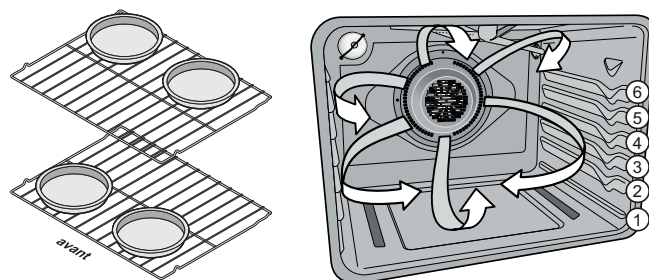

Figure 15 : Écart des plats et emplacement des grilles pour la cuisson à deux grilles
- Pour cuire sur deux grilles voir à les placer en position 3 et 5 et disposer les plats comme indiqué dans Figure 15.